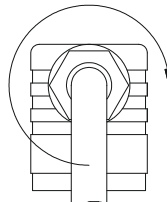

Abb. 11
- ✚ Drücken Sie das Innenteil ⑧ bis zum Einrasten in die Leitungsdose ②.
- ✚ Stecken Sie die Zentralschraube ⑥ in die Leitungsdose ② und ziehen Sie die Kabelverschraubung ⑤ an (⇒ Abb. 11).